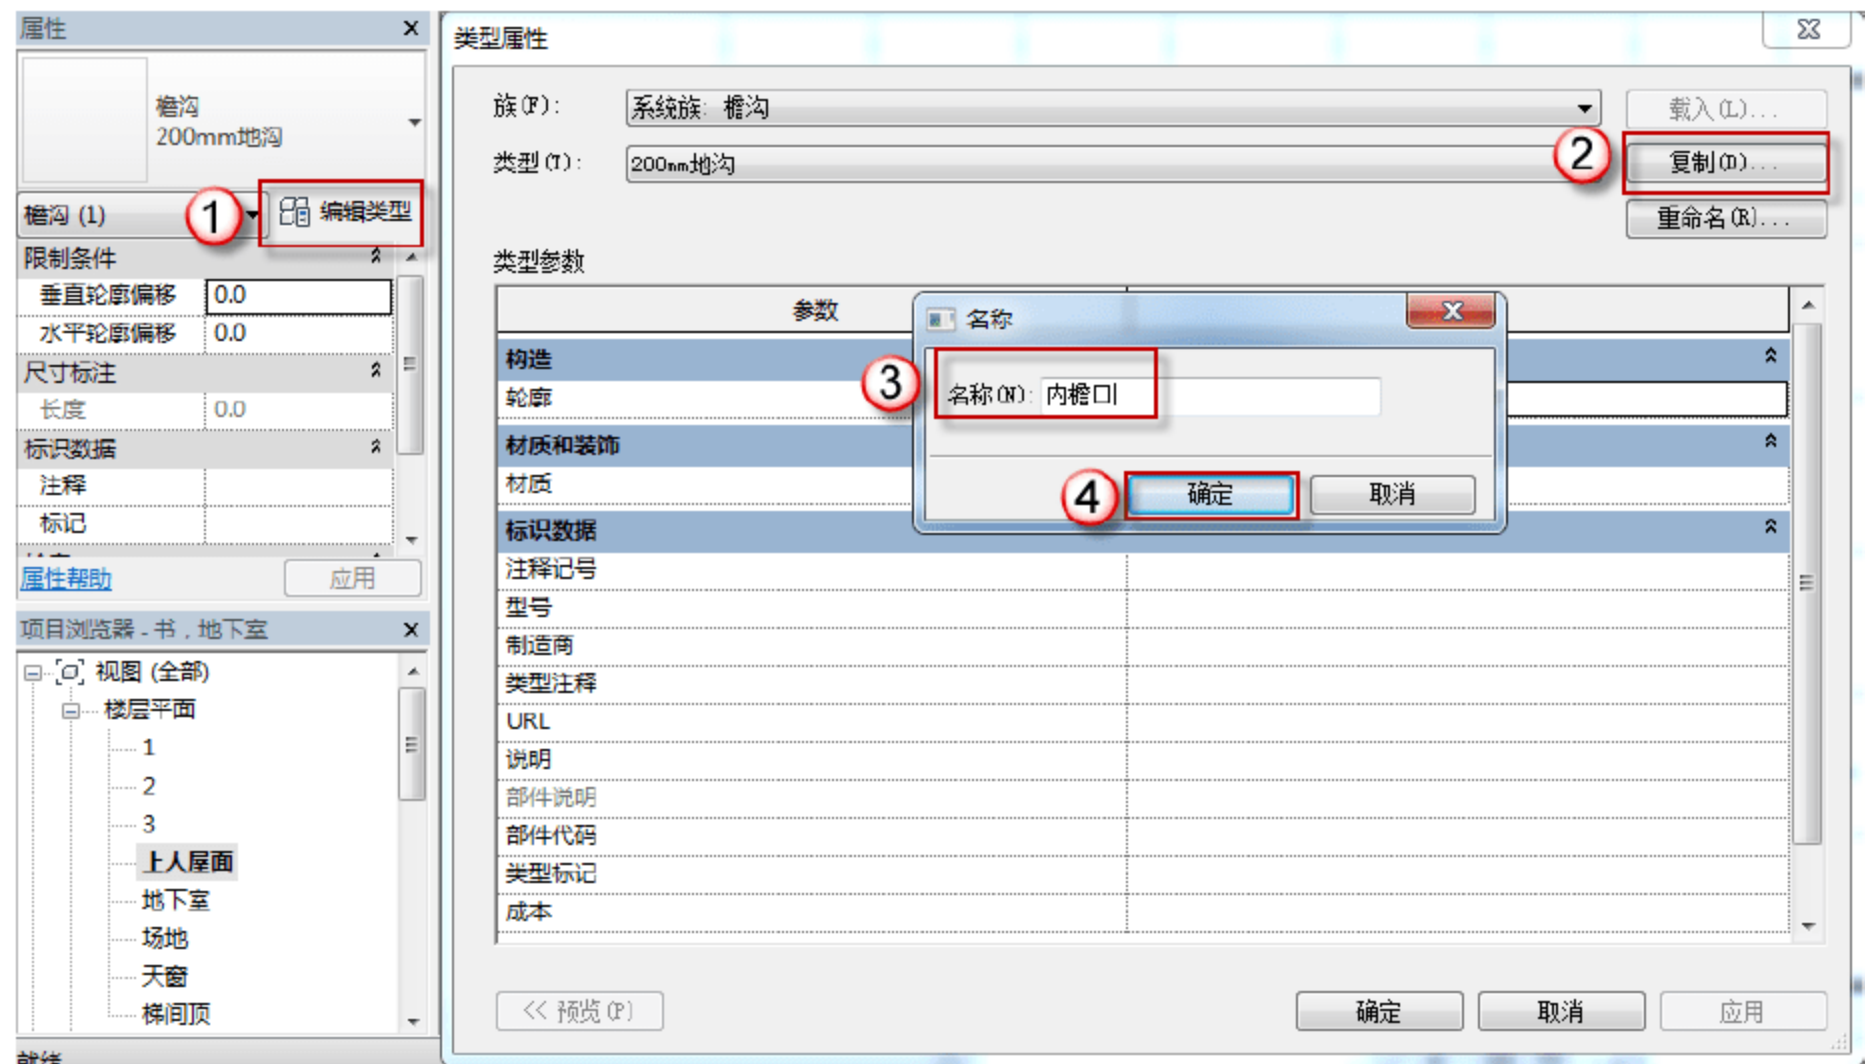

图 12.2.11 复制创建“内檐口”
(3) 复制创建“内檐口”。选择“建筑”→“屋顶”→“屋顶：檐槽”命令，在“属性”面板中单击“编辑类型”按钮，在弹出的“类型属性”对话框中，单击“复制”按钮，进入“名称”对话框，在其中输入“内檐口”字样，最后单击“确定”按钮，如图 12.2.11 所示。